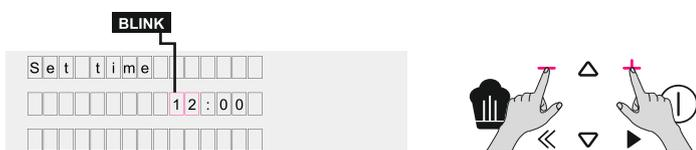

Figure 4
- Réglez l'heure en appuyant sur les touches (+) et (-). Appuyez sur OK pour continuer. (Figure 4)